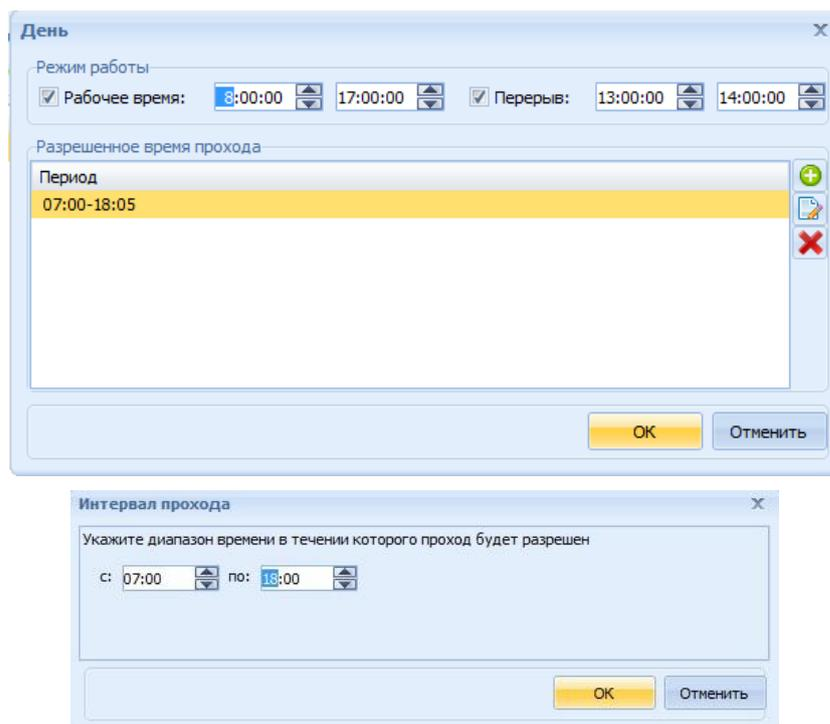
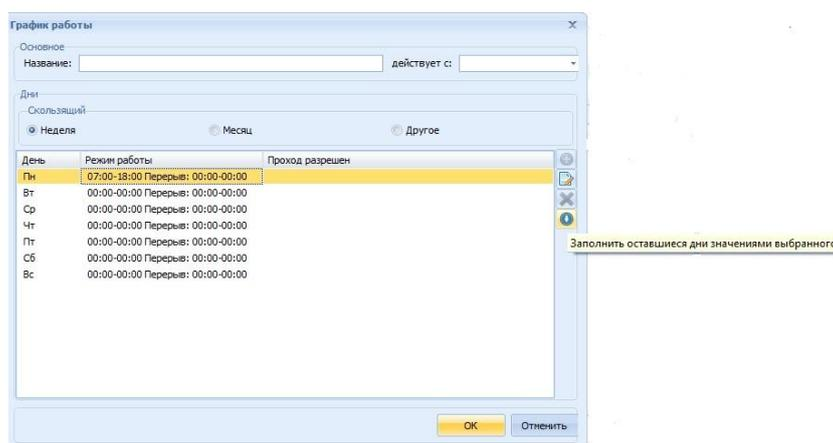

Рис. 32 Окно **День**
Рис. 33 Заполняем оставшиеся дни значениями выбранного
4. Настроить рабочее время для каждого дня графика с помощью кнопки  панели меню или двойного щелчка мыши по дню графика. В результате откроется окно **День**, в котором требуется указать интервал рабочего времени, интервал перерыва, а также добавить с помощью кнопки  диапазон разрешенного времени прохода (Рис. 32), затем нажать **Ок**. С помощью кнопки  панели меню можно заполнить оставшиеся дни значениями выбранного (Рис. 33).